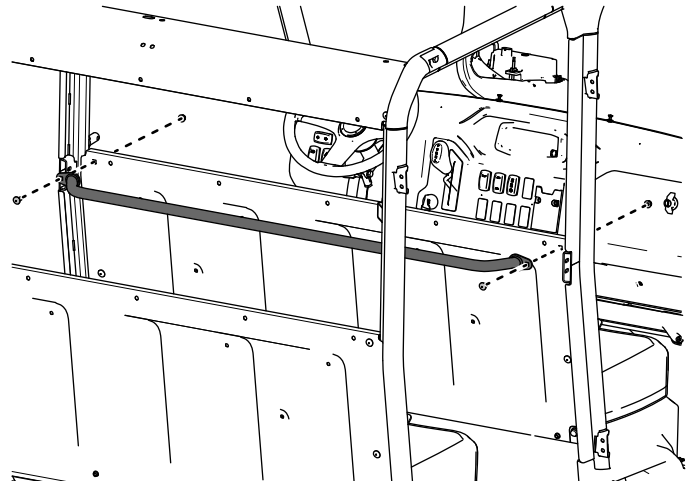

Bild 48
21. Befestigen Sie die hintere Sitzgriffbaugruppe mit zwei Schlossschrauben (5/16" x 3/4") und zwei Sicherungsmuttern (5/16") lose an der mittleren Sitzplatte, wie in Bild 48 dargestellt.